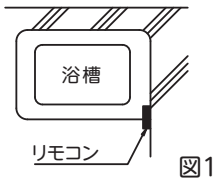

図1
1. 低電圧(24V以下)で防水もしており危険はありませんが、浴室内のなるべくお湯または水がかからない場所で操作しやすい所に設置する。(図1)